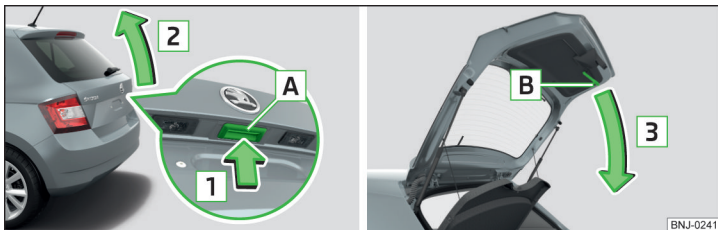

Fig. 37 Abrir/cerrar la tapa del maletero
- Para **abrir** la tecla **A** presionar en el sentido de la flecha **1** » fig. 37.
Se desactiva la tecla **A** » fig. 37 cuando se arranca y/o a partir de una velocidad de más de 5 km/h. Después de parar el vehículo y abrir una puerta se volverá a activar la tecla.